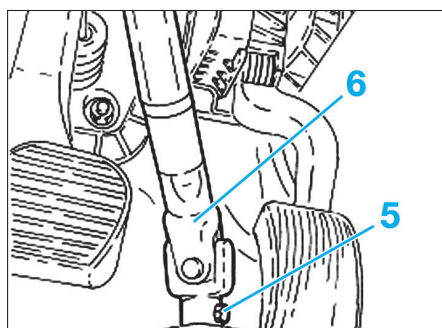
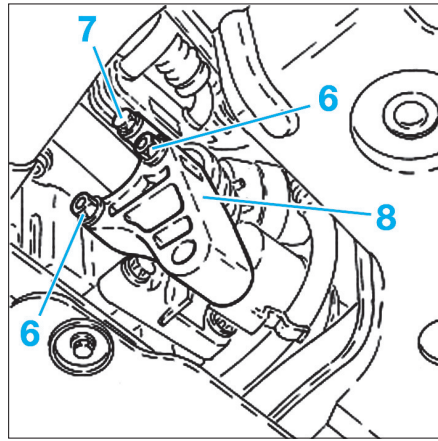

Fig. 8
Fig. 14
- la vis fixation (5) la colonne de direction (6) sur le boîtier de direction (Fig.8).
- les écrous de fixation (6) et la vis de fixation (7) (Fig.14),
- le support (8) de la biellette anticouple (côté moteur).
- Dévisser la vis fixation de la colonne de direction sur le boîtier de direction (Fig.8).